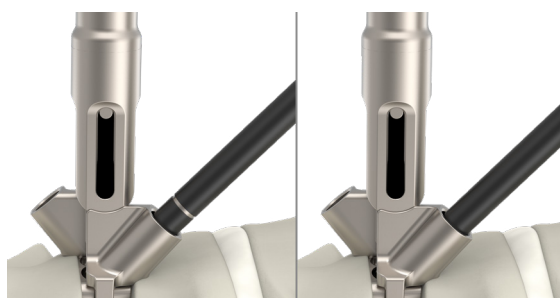

Abbildung 18
- 12** Führen Sie den Schraubendreher mit der Schraube durch das geführte Implantateinsetzinstrument ein, bis die Schraubenspitze in das Vorbohrloch greift (Abbildung 17). Drehen Sie den Schraubendreher mit drei Fingern im Uhrzeigersinn, um die Schraube im Vorbohrloch vorzuschieben. Die Schraube ist fast vollständig eingedreht, wenn die silberne Linie am Schraubendreher das proximale Ende des Führungsrohrs erreicht (Abbildung 18). Drehen Sie die Schraube vollständig ein, bis Sie spüren, dass der Schraubenkopf den Boden des Schraubenlochs berührt; achten Sie dabei darauf, keine übermäßige Kraft anzuwenden. Bestätigen Sie die korrekte Positionierung mit Hilfe von Durchleuchtung.